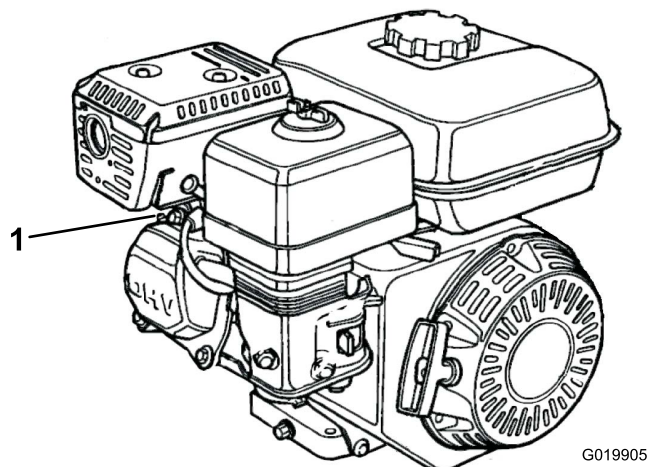

図 32
2. 点火プラグついている点火ケーブルを取り外す 図 32。